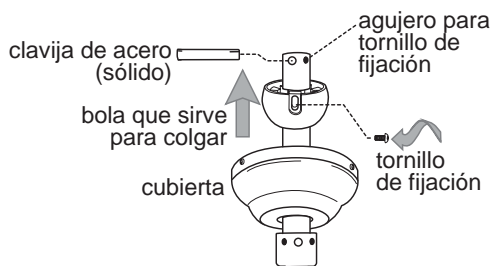

figura 5
5. Pase la clavija de acero sólido por los agujeros en la parte superior del vástago. Suba la bola que sirve para colgar hasta la parte superior del vástago, alineando el agujero en la bola que sirve para colgar con el agujero para el *tornillo de fijación* en la parte superior del vástago. Esto también permitirá que la clavija de acero entre en las ranuras correctas para que la bola que sirve para colgar esté segura. Introduzca el tornillo de fijación y apriételo bien. (figura 5)